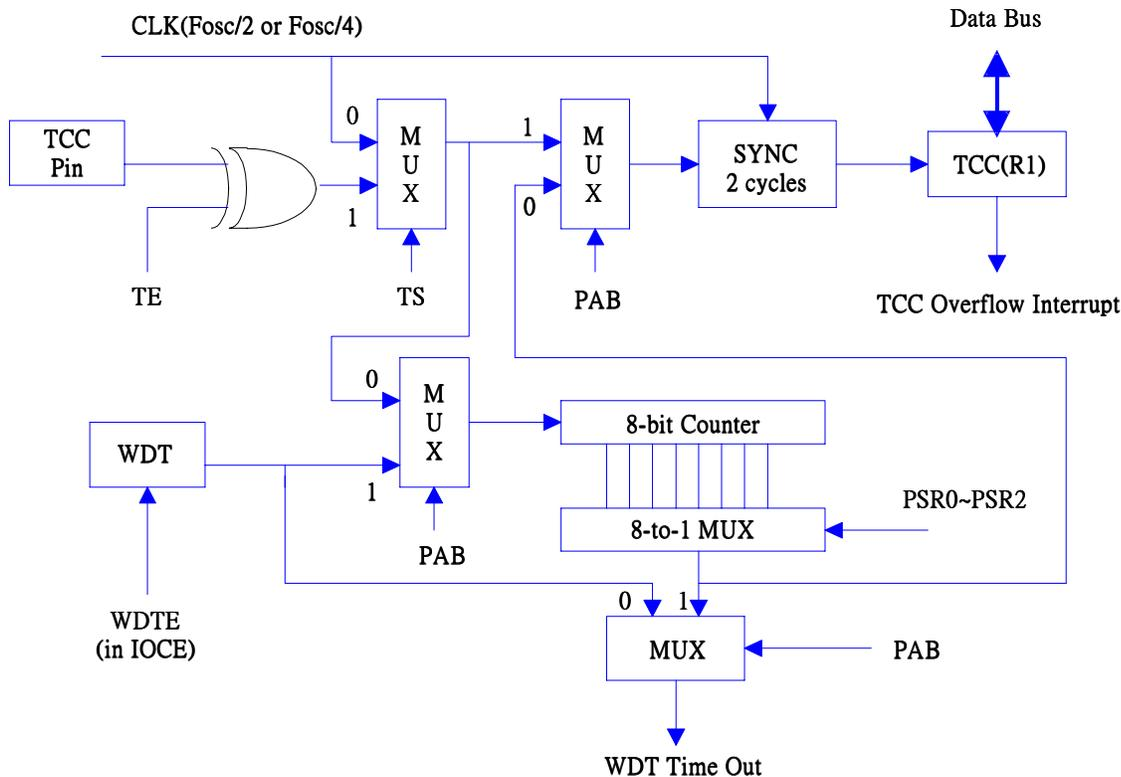

图 5 TCC 和 WDT 的模块图
有一个 8 位元计数器可以作为 TCC 或 WDT 的预分频器。在同一时刻它只能提供给其中一方, 这由 CONT 寄存器的 PAB 位决定。PSR0~PSR2 位确定分配系数。若分配给 TCC, 则每次写 TCC 均将预分频器将被清 0。若分配给 WDT 使用, WDT 和预分频器均在执行指令 “WDTC” 和 “SLEP” 时清 0。图 5 描述了 TCC/WDT 的电路图。
- R1 (TCC) 是 8 位元的计时/计数器。TCC 时钟源可以是内部时钟或者外部时钟（由 TCC 引脚输入，触发沿可选择）。如果是内部时钟，每个指令周期 TCC 加 1（无预分频器）。参考图 5，CLK=Fosc/2 或者 CLK=Fosc/4 取决于 CODE 的操作位 CLKS。如果 CLKS 位为“0”，则 CLK=Fosc/2，如果 CLKS 位为“1”，则 CLK=Fosc/4。如果 TCC 的信号源来自于外部时钟输入，TCC 管脚的下降沿或上升沿触发时 TCC 加 1。